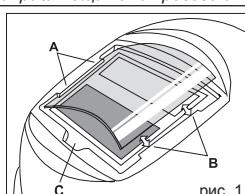

рис. 1
Замена внешней защитной линзы: Произведите замену внешней защитной линзы в случае ее повреждения (трещины, загрязнения или выбоины). Вложите палец или большой палец в углубление (C) на нижнем краю линзы и отогните линзу вверх, так чтобы она высвободилась из пазов, обозначенных буквами A и B. (см. рис. 1).